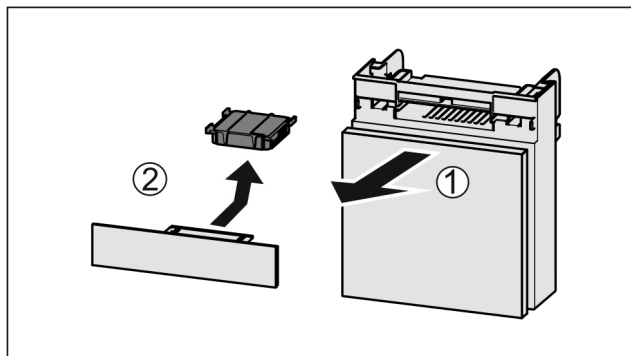

Fig. 143
- Вытянуть Fig. 143 (1) отделение движением вперед.
- Извлечение Fig. 143 (2) фильтра с активированным углем.